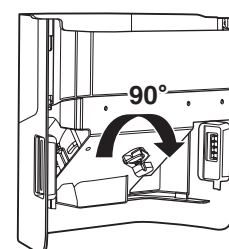

Figure 2
- Si le bac en glace ne se met pas correctement en place, tournez de 90 degrés la poignée d'entraînement située à l'arrière et remontez-le comme indiqué par la figure 2.